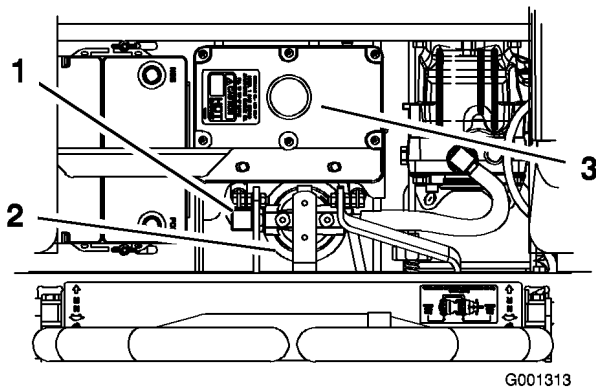

Bild 68
4. Nehmen Sie den rechten Hydraulikschlauch ab, der im Adapter endet (Bild 68).
6. Montieren Sie den rechten Hydraulikschlauch am Adapter (Bild 68).